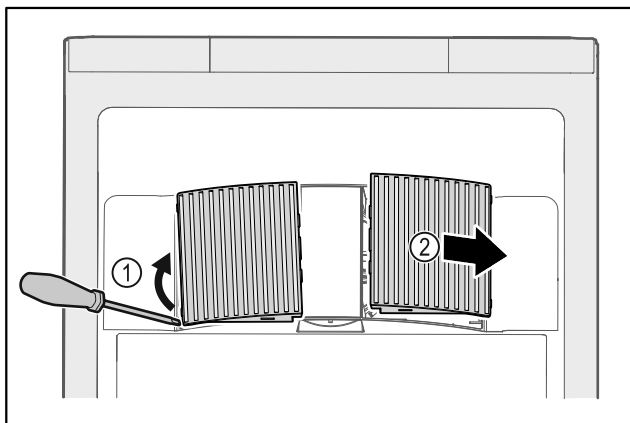

Fig. 104
- ▶ Ventilatoriaus uždangalus atsargiai nukelkite iš šono Fig. 104 (1) ir nuimkite į priekį Fig. 104 (2).